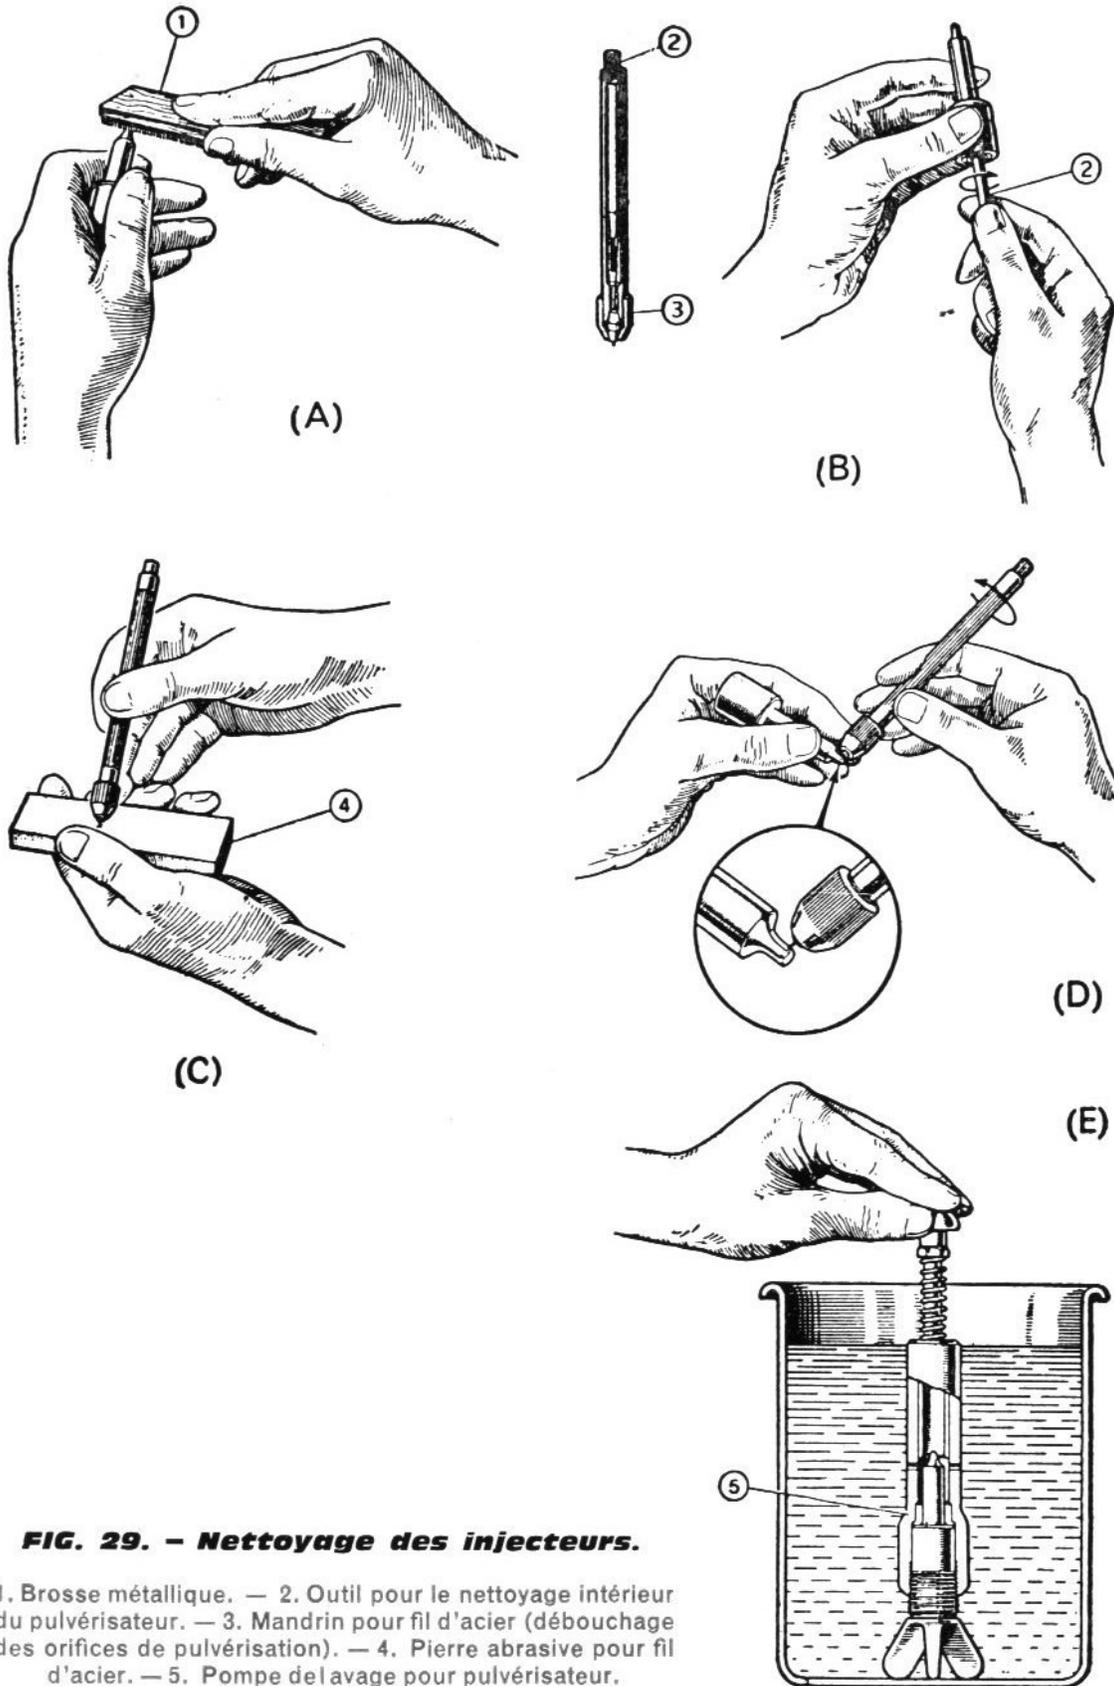

FIG. 29. - Nettoyage des injecteurs.
■ 3- NETTOYAGE DES INJECTEURS (Fig. 29)